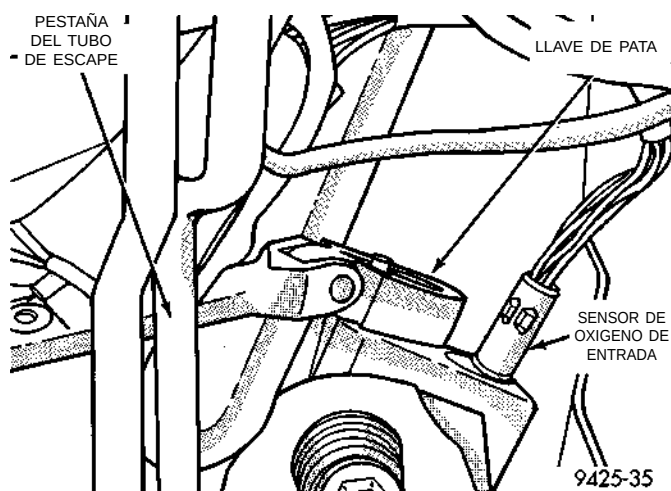

Fig. 100 Desmontaje/instalación del sensor de oxígeno calefaccionado de entrada
- (1) Eleve y apoye el vehículo.
- (2) Desenchufe el conector del sensor.
- (3) Retire el sensor con una llave de pata para sensores de oxígeno tal como la herramienta de calce instantáneo YA8875 o similar (Fig. 100).
- (4) Cuando haya retirado el sensor, las roscas del tubo múltiple de escape deben limpiarse con el
(1) Instale el sensor con una llave de pata para sensores de oxígeno tal como la herramienta de calce instantáneo YA8875 o similar (Fig. 100). Apriete el sensor con una torsión de 28 N·m (20 libras pie).
(2) Enchufe el conector del sensor.
(3) Baje el vehículo.
(2) Conecte el mazo eléctrico del sensor en los collarines situados a lo largo del cuerpo.
(3) Conecte el conector eléctrico del sensor.
(4) Baje el vehículo.